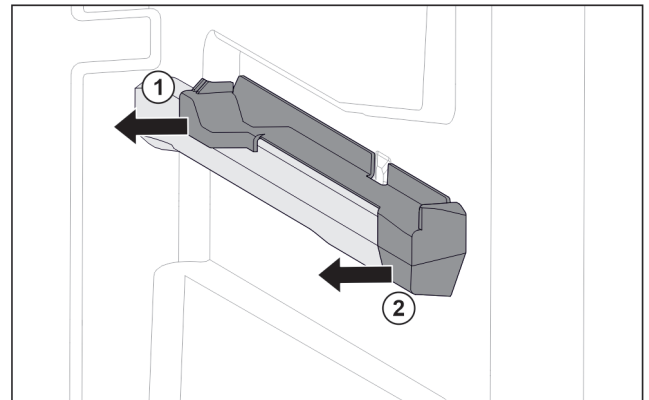

Fig. 75 Pieza de acoplamiento en la nervadura para recipientes derecha
- ▶ Retire la pieza de acoplamiento por detrás lateralmente. Fig. 75 (1)
- ▶ Retire la pieza de acoplamiento por delante lateralmente. Fig. 75 (2)